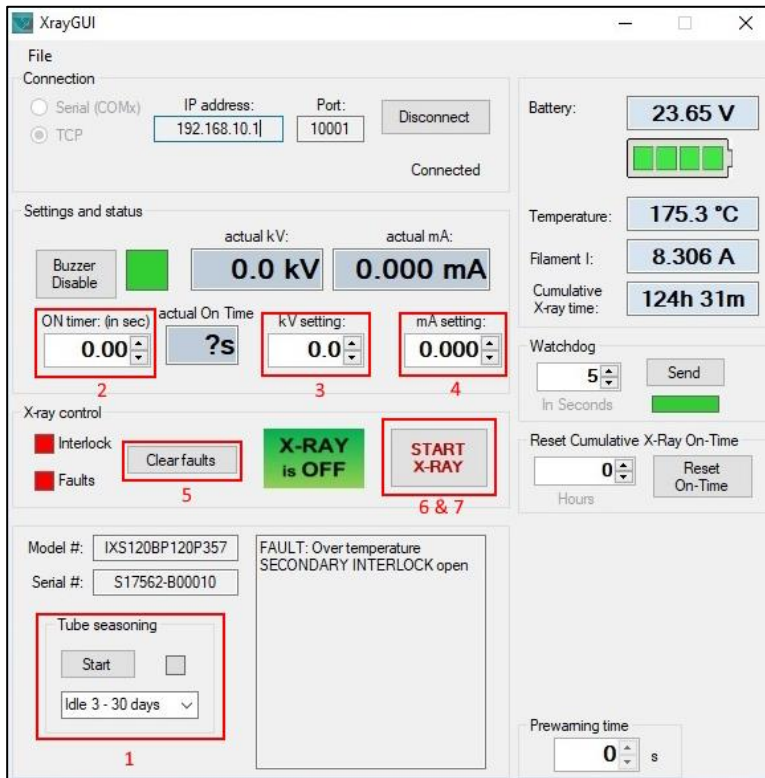

图 4-1 X 光发射操作界面
1. 打开GUI页面后，点击训管显示区的下拉选项(图4-1区域1)，选择合适的训管时长。
2. 设置辐射时间。在GUI面板“**ON time**”一栏(图4-1区域2)输入需要的时间。
3. 设置输出电压。在“**kV setting**”一栏(图4-1区域3)输入所需的输出电压值。
4. 设置输出电流。在“**mA setting**”一栏(图4-1区域4)输入所需的输出电流值。
5. 清除故障信号。单击“**Clear faults**”(图4-1区域5)按钮。
6. 启动射线。按下“**START X-RAY**”(图4-1区域6)按钮启动X射线功能。
- 如需在启动期间停止X射线，请在GUI面板“**ON time**”一栏(图4-1区域2)输入**0**。